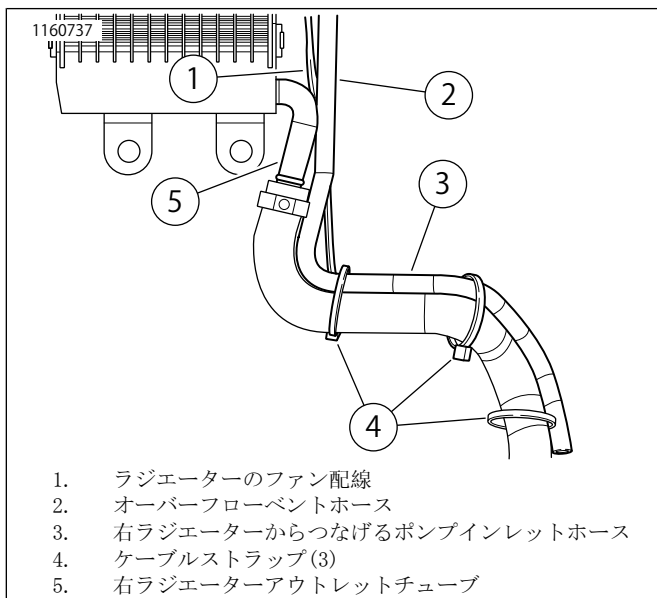

図17。右ファン配線およびオーバーフローベントのホースへの固定
23. 図17を参照してください。ラジエーターのファン配線(1)およびオーバーフローベントホース(2)をクーラントホース(3)に固定します。ケーブルストラップ(4)を3点で配置します。